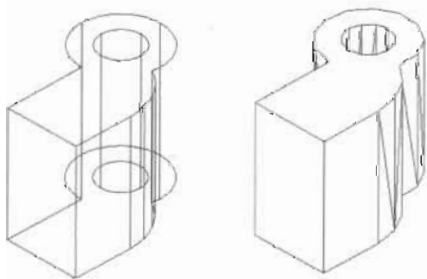

图 14-170
(5) 切换到西南等轴测视图, 在命令提示行输入 Subtract 命令并回车, 用矩形和圆弧组成的面域减去半径为 4mm 的圆形面域。
(6) 在命令提示行输入 Extrude 命令并回车, 将面域拉伸为三维实体, 如图 14-170 所示, 命令执行过程如下。